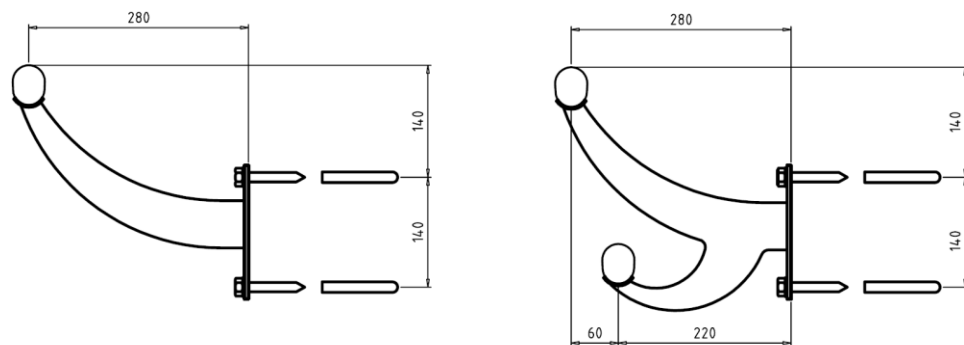

Abb. 2: Bohrplan Ballettstangen-Wandhalter
Ausgehend von dieser Höhe zeichnen Sie nach Abb. 2 die Bohrlöcher an. Achten Sie darauf, dass sich alle zu montierenden Halterungen ① auf gleicher Höhe befinden.